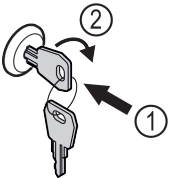

Fig. 157 Примерное изображение
- ▶ Вставьте ключ Fig. 157 (1).
- ▶ Поверните ключ на 90° по часовой стрелке Fig. 157 (2).